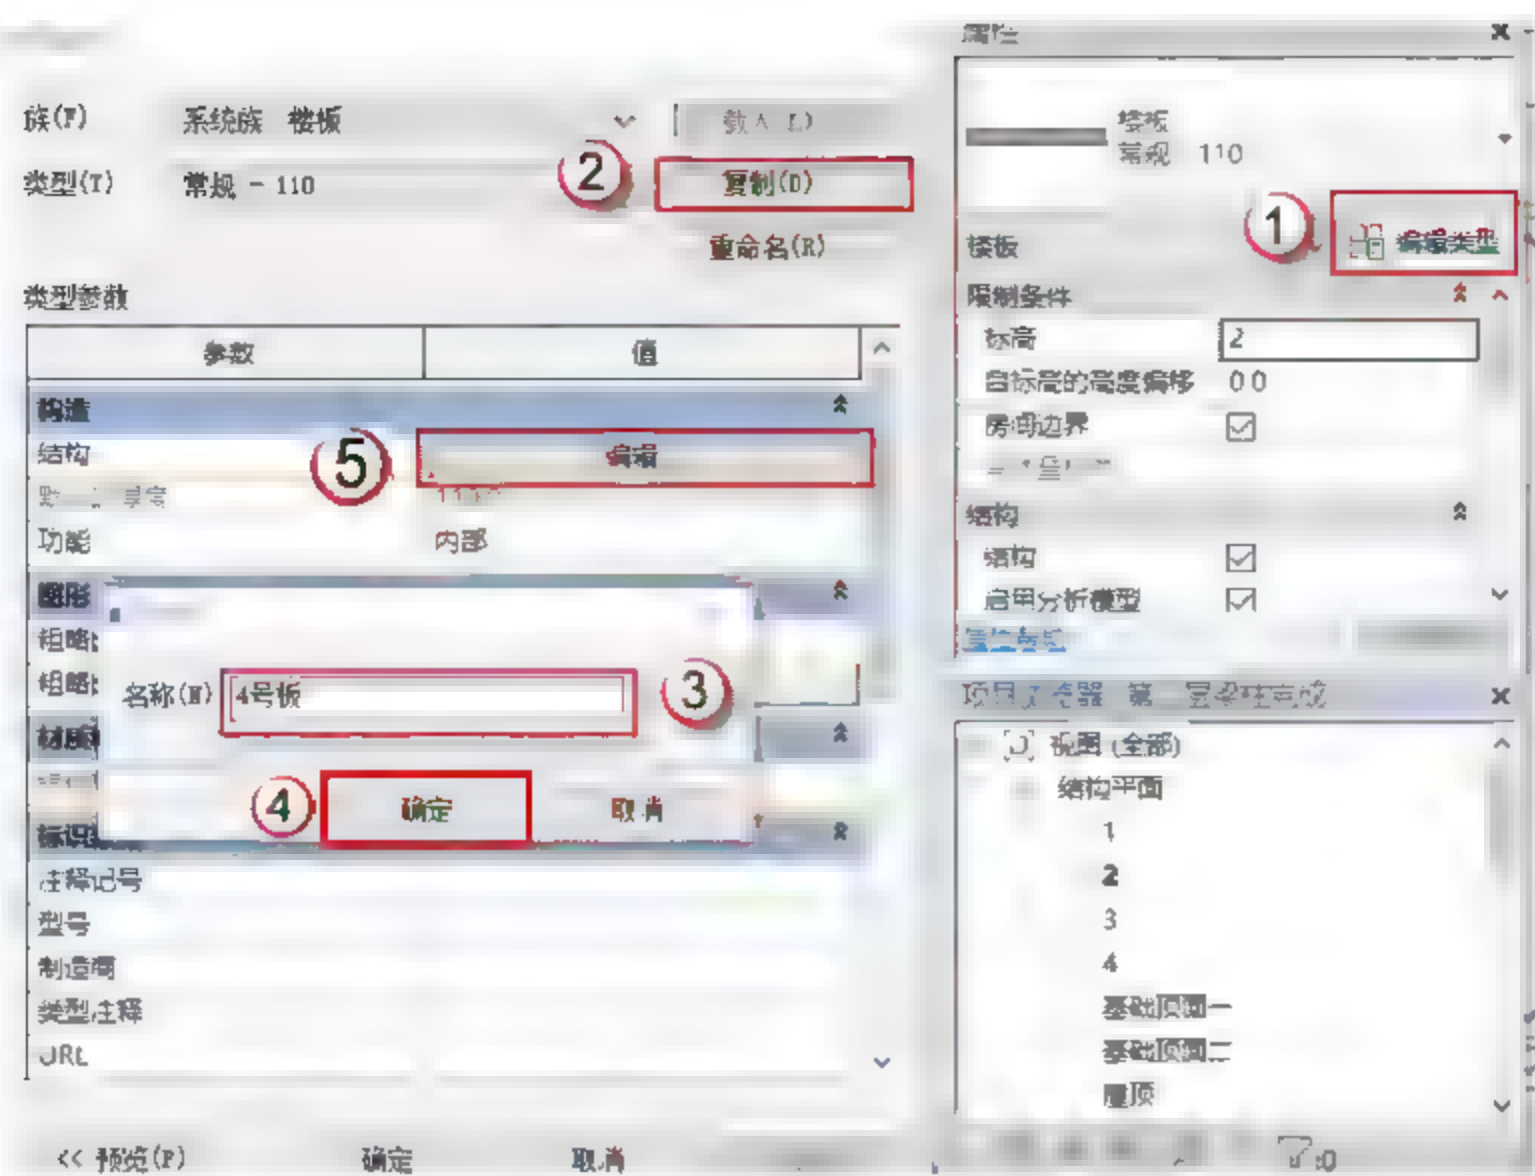

图 4.3.8 设置 4 号板参数
(8) 设置4号板参数,按快捷键S+B,进入编辑模式,单击“编辑类型”按钮,在弹出的对话框中单击“复制”按钮,再在弹出的对话框中命名板号,单击“确定”按钮。单击“编辑”按钮设置参数,将板厚设置为110,如图4.3.8所示。